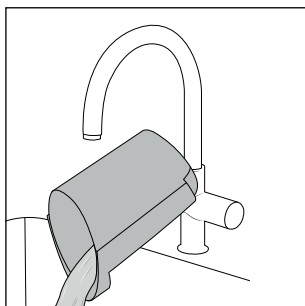

Rys. 20
- ▶ Po każdym użyciu opróżnij zbiornik na brudną wodę ❷, gdy poziom brudnej wody osiągnie oznaczenie MAX.
- ▶ Podczas opróżniania zbiornika na brudną wodę ❷ upewnij się, że odpływ (np. w umywalkach) nie zostanie zablokowany przez włosy lub większe zanieczyszczenia.
- ▶ Gdy zbiornik na brudną wodę ❷ się zapełni, za pomocą pływaką ❸ automatycznie wyłączany jest silnik zasysający.
- ♦ Aby opróżnić zbiornik na brudną wodę ❷, należy postępować w następujący sposób:
1. Naciśnij przycisk nad zbiornikiem na brudną wodę ❷ w dół (patrz rys. 20). Podczas naciskania przycisku w dół, trzymaj uchwyt zbiornika na brudną wodę ❷.
2. Wyciągnij zbiornik na brudną wodę ❷ do przodu z urządzenia (patrz rys. 20).